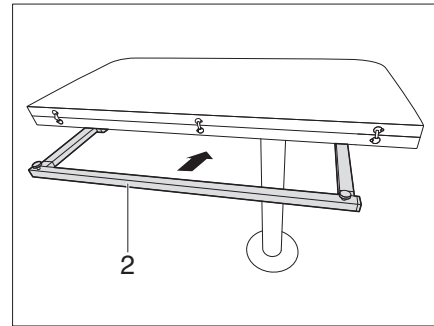

Fig. 114 Insérer l'infrastructure de la table pliante
- Insérer l'infrastructure de la table (Fig. 114,2).